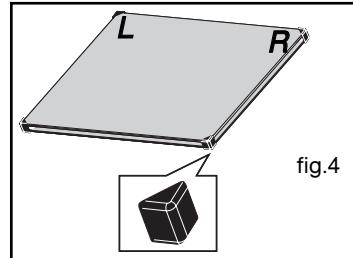

fig.4
- Indien nodig het geheel van binnenruitjes uit de deur verwijderen. Dit geheel bestaat uit een of twee ruitjes naargelang het model, met in iedere hoek een zwarte rubberen aanslag (fig.4).